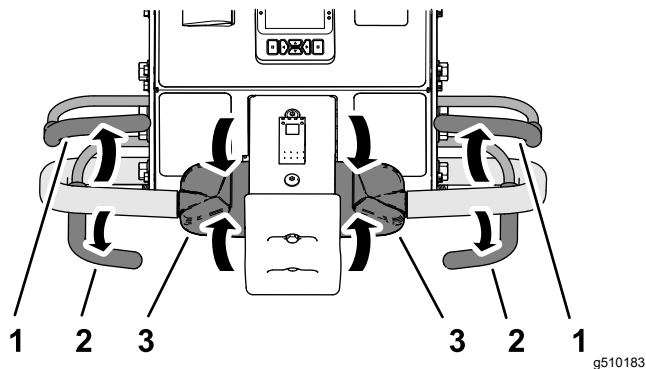

Bild 79
1. Wenn Sie während des Aerifizierens den Aerifizierbügel los (Bild 79), um den Aerifizierkopf anzuheben, siehe Anheben des Aerifizierkopfs \(Seite 51\).